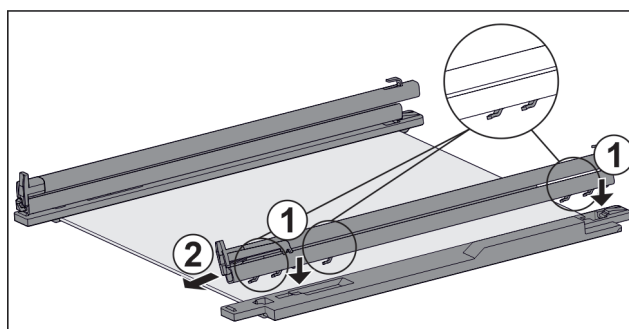

Fig. 110 Tablette en verre avec rails et pièces de retenue
- ▶ Placer les crochets du rail sur les ouvertures de la pièce de retenue de **gauche**. Fig. 110 (1)
- ▶ Tirer le rail vers l'avant. Fig. 110 (2)
- ▶ Placer les crochets du rail sur les ouvertures de la pièce de retenue de **droite**. Fig. 110 (1)